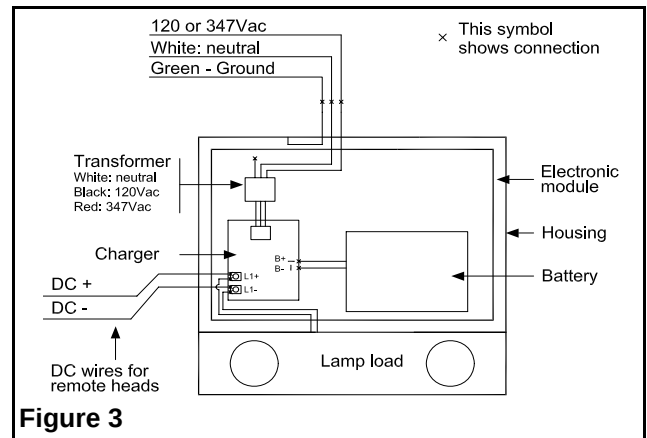

Figure 3
- a. Remove the unit cover (2). Disconnect the lamps from terminal block (see fig 3) and remove the electronic module (3). Three nuts secure the electronic module to the housing.
Auto-diagnostic models (refer to figure 3):
Modèles auto-diagnostique (se référer à la figure 3):
a. Retirer le couvercle de l'unité (2). Débrancher les lampes des terminaux (voir Fig 3) et enlever le module électronique (3). Trois écrous sont utilisées afin de fixer le module au boîtier (13).